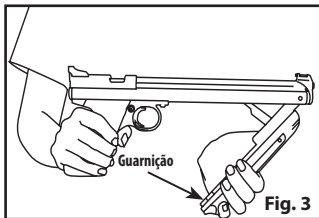

Fig. 3
3. Abra a armação basculante completamente até esta parar (Fig. 3). Segure a armação basculante firmemente à medida que a abre.
**CUIDADO: PERIGO DE ESMAGAMENTO:** Coloque as mãos nas mesmas posições indicadas na Fig. 3. A colocação incorreta das mãos pode resultar em esmagamento das mesmas se soltar inadvertidamente a armação basculante e pode resultar em ferimentos. Use movimentos retos quando estiver a bombear a sua pistola de pressão.
3. Öffnen Sie den Vorderschaft ganz bis er stoppt (Abb. 3). Halten Sie den Vorderschaft fest, während Sie ihn öffnen.
**VORSICHT: KLEMMGEFAHR:** Platzieren Sie Ihre Hände wie in Abb. 3 dargestellt. Eine falsche Handplatzierung kann zu Quetschungen führen, wenn Sie den Vorderschaft loslassen, und kann zu Verletzungen führen. Üben Sie geraden Zug aus, während Sie die Luftpistole spannen.